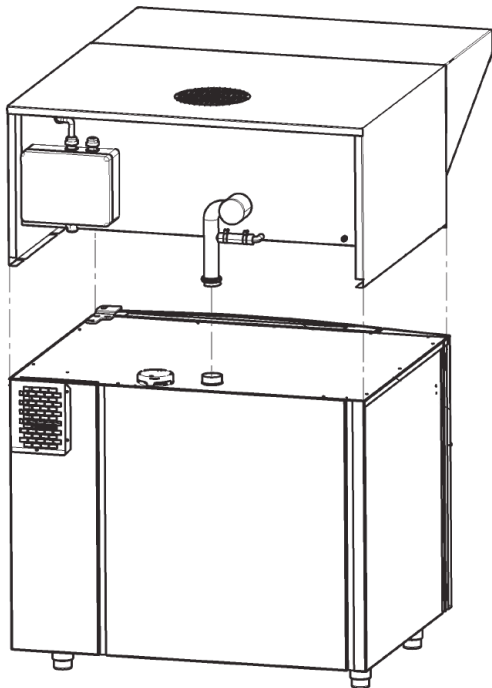

Figure 2 : Installer le tube dans la conduite pour une hotte 0610
- Installez la hotte 0610 sur l'appareil en prenant soin de raccorder correctement l'entrée de la hotte (le tube à l'arrière de la hotte) à la conduite de l'appareil - voir fig. 2. Le poids de la hotte nécessite de prévoir un nombre suffisant de personnes pour cette opération.